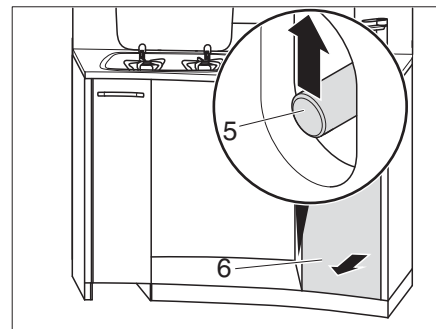

Fig. 117 Déverrouiller le tiroir de cuisine haut
- Passer une main dans l'ouverture et pousser la tige de poussée (Fig. 117,5) vers le haut.